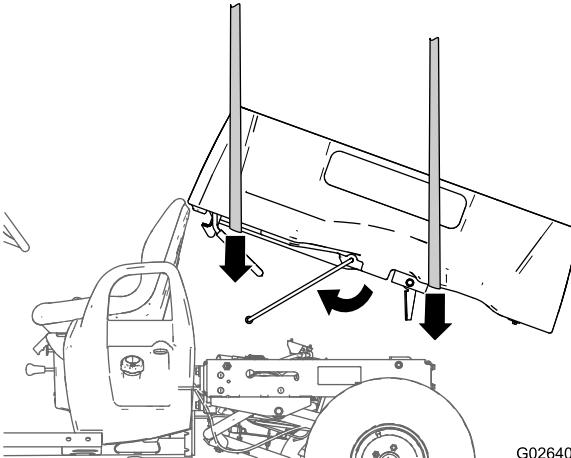

Figura 17
2. Utilize um equipamento de elevação à frente e atrás da caixa de carga, eleve a caixa de carga e alinhe-a sob a estrutura da máquina com o conjunto do suporte da articulação virado para trás (Figura 17)
4. Ajuste a altura e a posição do equipamento de elevação para que a parte mais curta esteja alinhada com o orifício na extremidade da ranhura da barra de apoio, no canal da estrutura esquerda ou no suporte da barra de apoio (Figura 17).